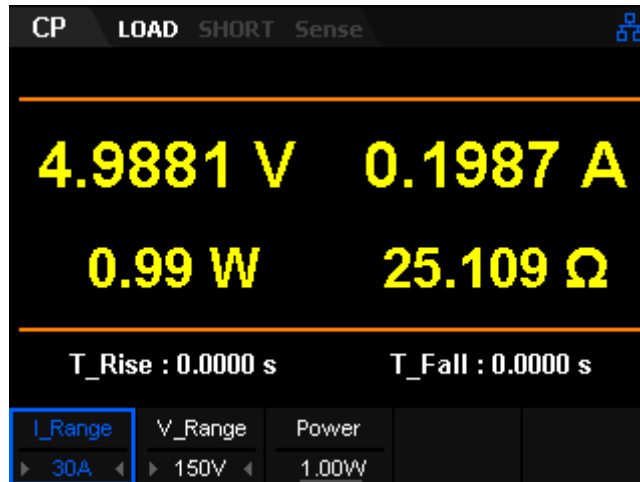

Abbildung 2-12 Hauptschnittstelle im CP-Modus
2. Drücken **CP** um in die Hauptschnittstelle des CP-Modus zu gelangen, wie in gezeigt Abbildung 2-12.